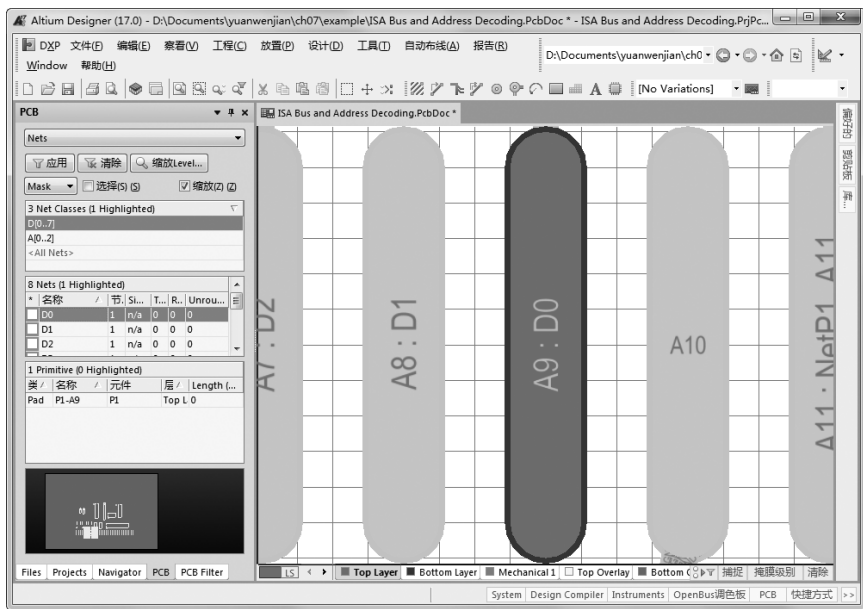

图 7-18 D0 网络对象的定位显示
- “Primitives”（图元）列表框：每一个网络中的对象，如焊盘、导线或者过孔等。单击“Nets”（网络）列表框中的某一网络，即可在此列表框中显示该网络中包含的对象信息。如图 7-18 所示为 D0 网络对象的定位显示。